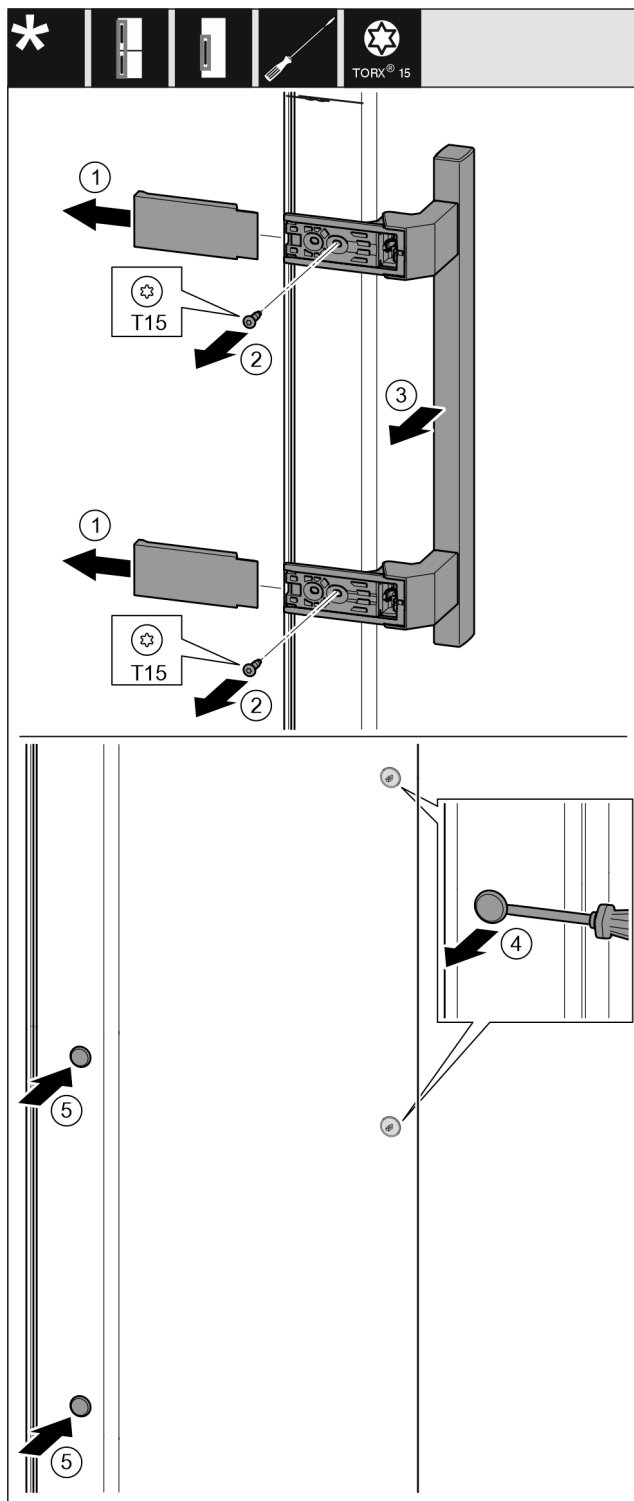

Fig. 11
- ▶ Zdjąć osłonę. Fig. 11 (1)
- ▶ Wykręcić śruby śrubokrętem Torx 15. Fig. 11 (2)
- ▶ Zdjąć uchwyt. Fig. 11 (3)
- ▶ Podważyć ostrożnie boczną zatyczkę śrubokrętem i wyjąć. Fig. 11 (4)
- ▶ Założyć ponownie zatyczkę z drugiej strony. Fig. 11 (5)